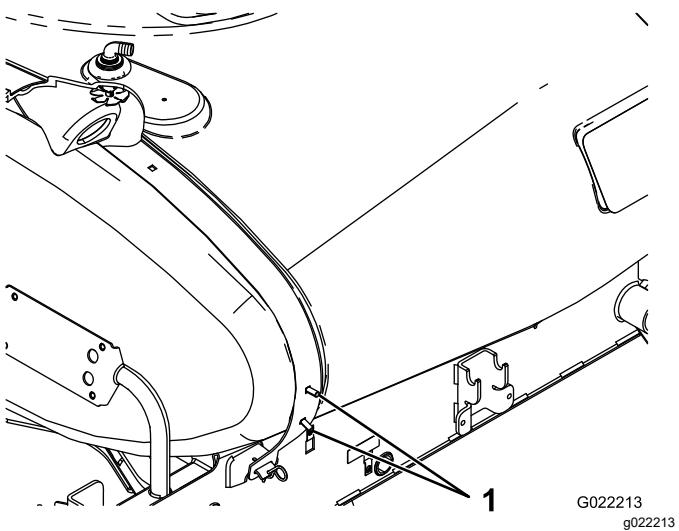

Figura 7
- Instale 2 pernos de cuello cuadrado en los taladros interiores inferiores del lado derecho del fleje trasero del depósito (Figura 7).